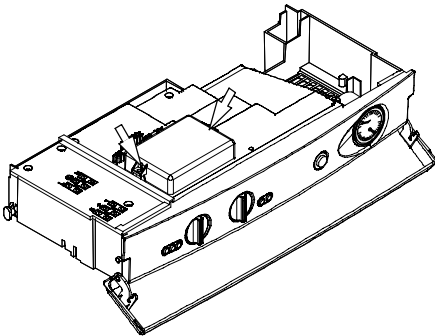

fig. 5.16
- Togliere le due viti indicate in fig. 5.16 e aprire il coperchio della morsettiere collegamento **sonda esterna e comando remoto**.